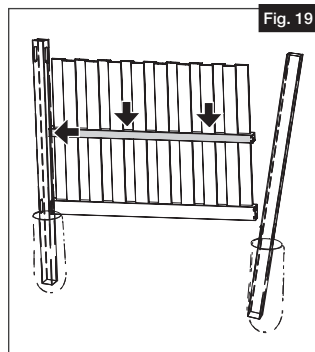

Fig. 19
- a. Insérer la traverse médiane dans le trou toupillé du premier poteau seulement (Fig. 19).